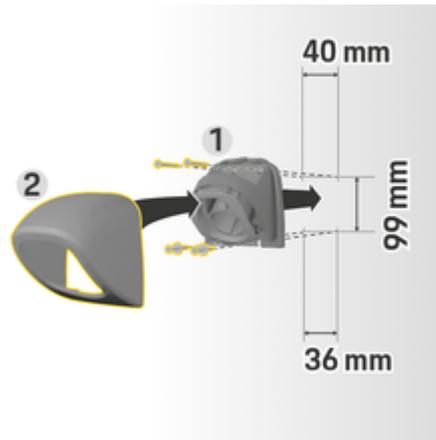

図.6 ドリル寸法
1. コネクターファスナー1 (図.6) をカバー2 (図.6) から取り外します。
4. コネクターファスナー1 (図.6) を壁にネジ留めしてください。
5. カバー2 (図.6) をコネクターファスナー1 (図.6) に下から取り付け、押し上げてください。